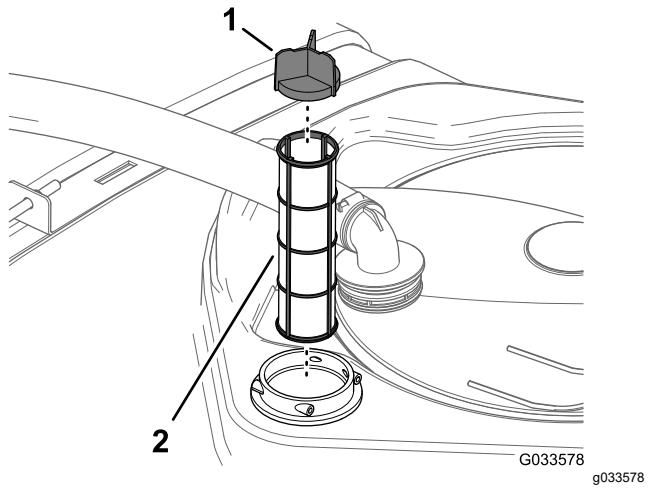

Figure 89
4. Sortez le filtre d'aspiration existant de son logement dans le réservoir (Figure 89).